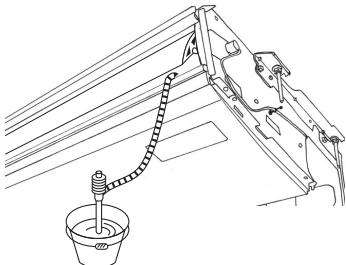

Fig. 5-3
- Üniteyle birlikte verilen ek yeri soketini ⑤, ünite üzerindeki drenaj deligine vinil klorit yapıştırıcıyla tespit edin.
- Üniteyle birlikte verilen soket kapağını ⑥ ek yeri soketine ⑤ tespit edin.
- Saha drenaj borularını (VP-20), vinil klorit yapıştırıcıyla ek yeri soketine ⑤ tespit edin.
- Üniteyle birlikte verilen drenaj borusu kapağını ⑦ sarın. (Dikiş yeri bantlaması)
- Ⓒ Soket kapağı ⑥
- Ⓓ Ek yeri soketi ⑤
- Ⓔ Drenaj borusu kapağı ⑦
- Drenajın doğru olup olmadığını kontrol edin. (Fig. 5-3)